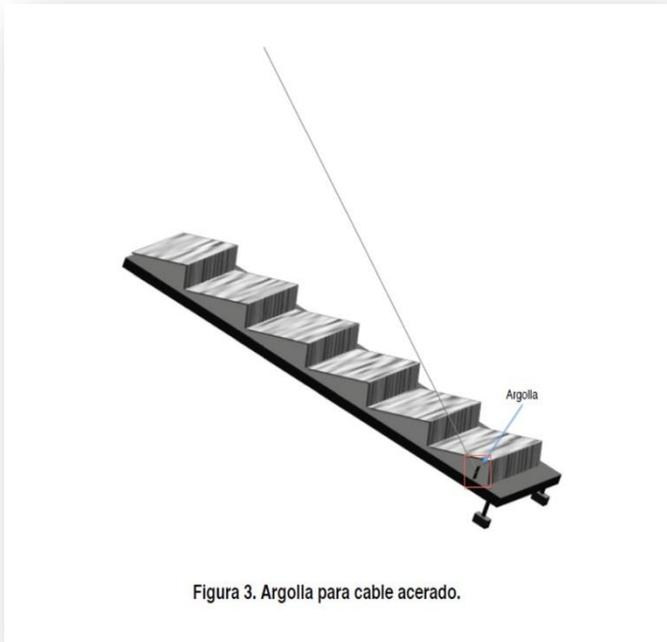

Figura 3. Argolla para cable acerado.
- v. Con jaladeras (Para ayudar al cabrestante o Winch a bajar las rampas). Cada rampa-escalera deberá llevar una argolla para fijar el cable acerado a 15 cm. De la orilla izquierda de la misma. Figura 3